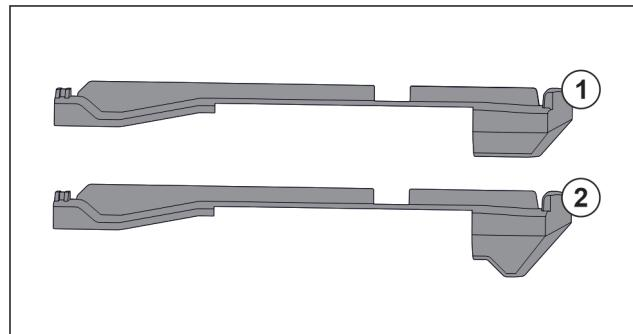

Fig. 48 Porovnanie násuvných dielov
V zariadení sa nachádzajú dva rozdielne násuvné diely. Násuvný diel nad spodnou zásuvkou Fig. 48 (2) má trojuholníkovú hranu. Všetky ostatné násuvné diely Fig. 48 (1) majú rovnú hranu.
- Namontujte násuvný diel Fig. 48 (2) s trojuholníkovou hranou nad spodnú zásuvku.
- Namontujte násuvný diel Fig. 48 (1) s rovnou hranou na všetky ostatné miesta.